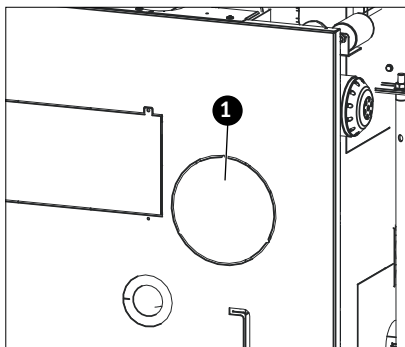

Fig. 23 Vorstanzung ausbrechen
- ▶ Vorstanzung bei Rückwand ausbrechen – Fig. 23.